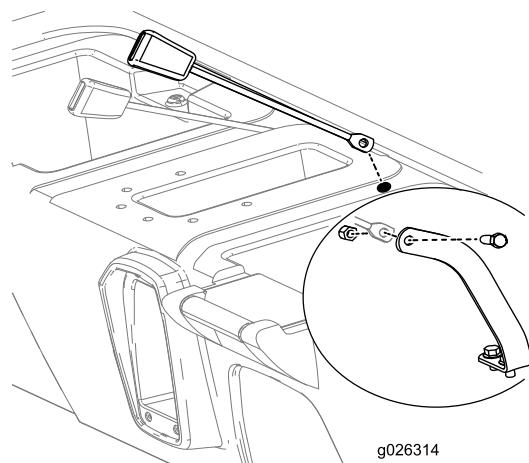

Figura 10
- Insira o lado de montagem da extremidade recetora de cada conjunto de trinco de cinto de segurança num dos furos que realizou na base do banco (Figura 10).
- Monte a extremidade recetora de cada conjunto de cinto de segurança em cada fixação de cinto de segurança com um parafuso (7/16 pol.) e uma porca (7/16 pol.) como se mostra na Figura 10.